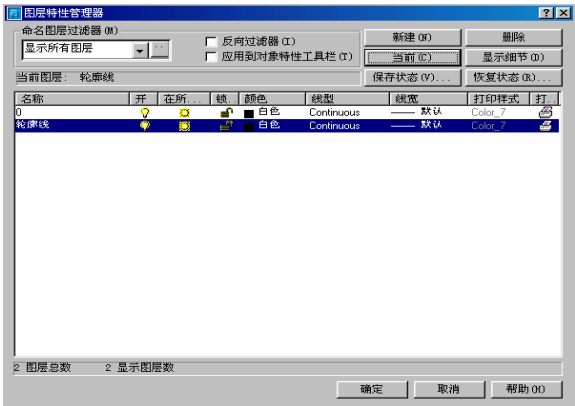

图 9-24
(7)单击【绘图】/【实体】/【拉伸】选项，将圆按照路径拉伸，结果如图 9-24 所示：
(8)单击【修改】/【实体编辑】/【并集】选项，将拉伸的图形合并。随后，我们再点击【修改】/【三维操作】/【三维陈列】选项，将弹簧进行陈列。结果如图 9-24 所示：